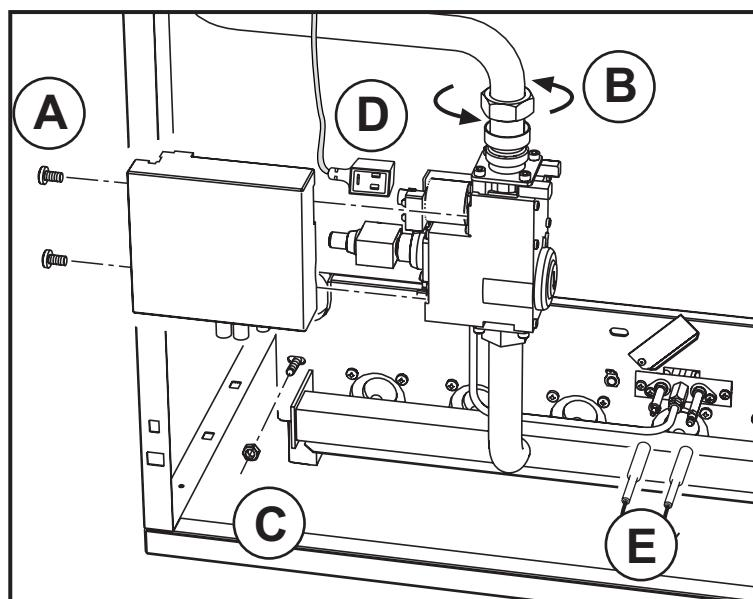
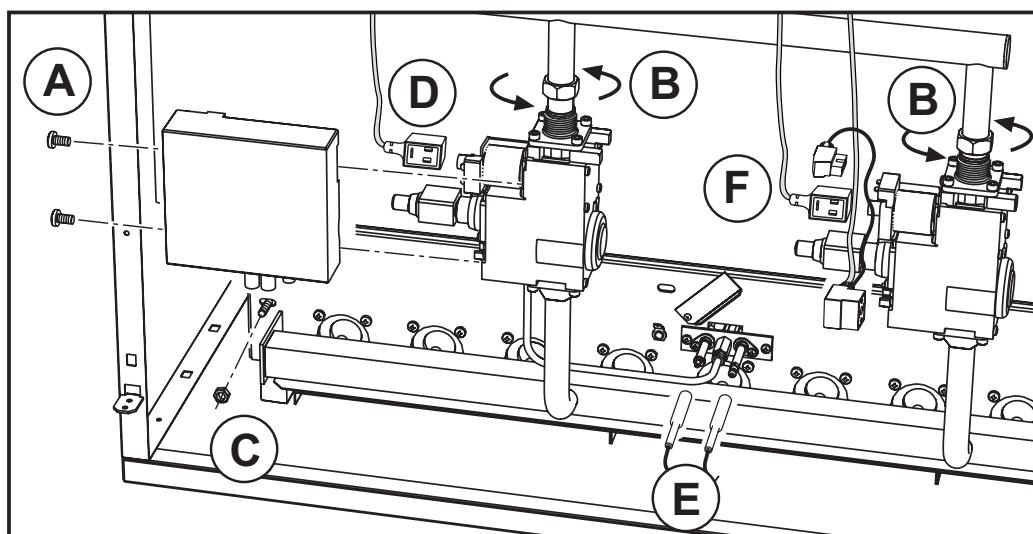

fig. 9 - Модели 67 - 77 - 87
fig. 10 - Модели 97 - 107
- Открутите два винта (A), которые удерживают электронный блок контроля пламени на газовом клапане (рис. 9 и 10), и снимите его с клапана. Открутите винт, крепящий разъем (D - рис. 9 и 10), и снимите его.
- В моделях GASTER N 97 и 107 AW, которые имеют 2 газовых клапана, необходимо раскрутить 2 винта, удерживающих 2 электрических разъема (F), запитывающих второй клапан, и снять их с клапана.
- Отвинтите гайку крепления трубы подвода газа на входе в газовый клапан (рис. 9). В моделях 97 и 107 открутите 2 гайки (рис. 10).
- Отвинтите две гайки крепления дверцы камеры горения к чугунным элементам корпуса котла (рис. 9 и 10).